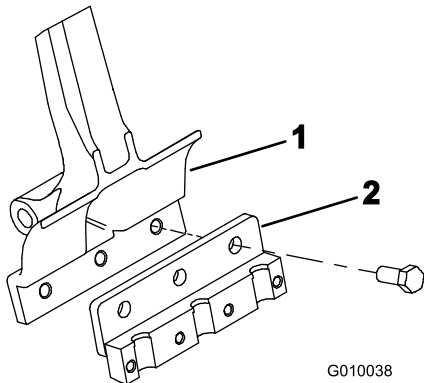

Рисунок 22
- Прикрепите держатель зубьев к каждому рычагу зубьев (Рисунок 22) 3 болтами ( $\frac{1}{2}$  x  $1\frac{1}{4}$  дюйма). Затяните болты с моментом 101,6 Н·м.